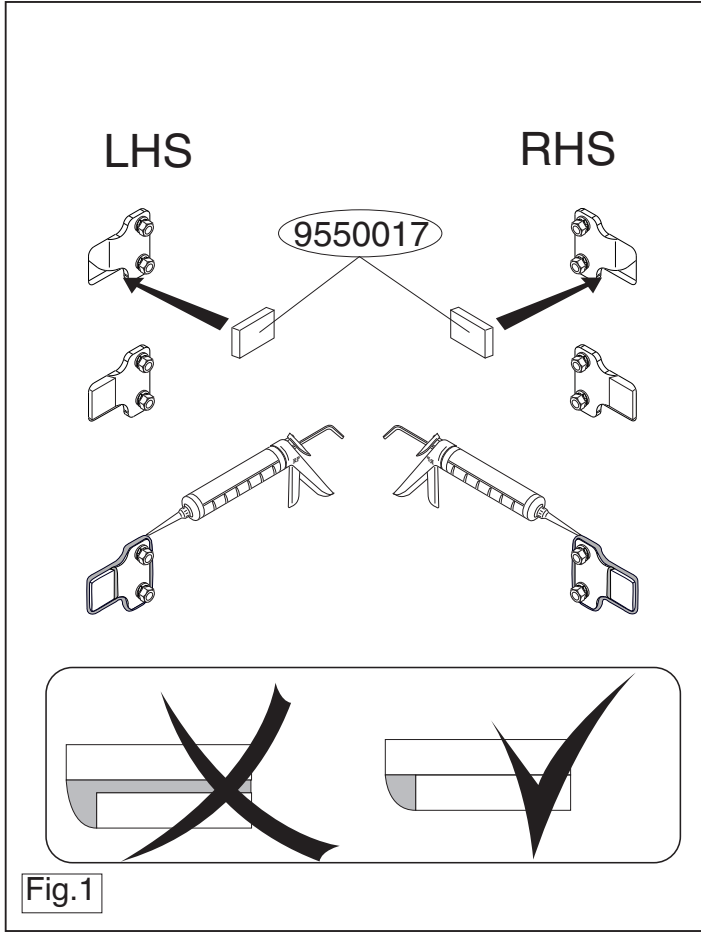

Fig.1
9. Colocar ambos bloques de espuma PE para tapar y sellar con pegamento las partes indicadas (véase la fig. 1).
9. Usare i due blocchi di polistirolo espanso come isolante e fissarli applicando un collante sulle superfici indicate (vedi fig. 1).
9. Umieścić obydwa klocki styropianowe jako uszczelnienie i wypełnić kitem wskazane części (patrz rys. 1).